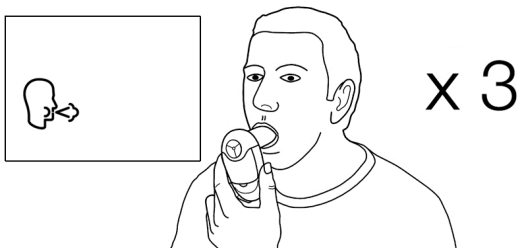

Abbildung 3: Halten des Gerätes während des Tests
2. Das Gerät einschalten. ①
4. Wenn das Gerät bereit für den Test ist (🔊), mit erhobenem Kopf so tief wie möglich einatmen und den Vitalograph Lung Monitor BT Smart, wie in Abbildung 3 dargestellt, vor den Mund halten.